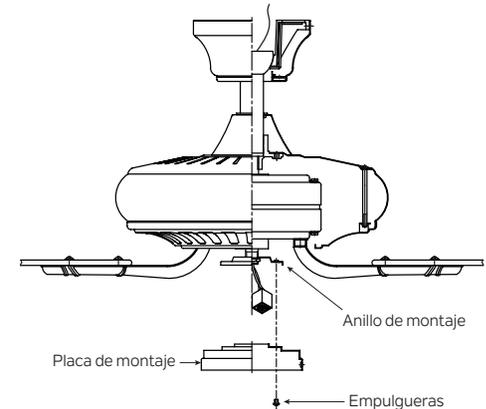

Fig. 16
Paso 1. Afloje los dos tornillos en el anillo de montaje unido al eje del motor y “retire” y guarde el tercer tornillo. (Fig. 16)